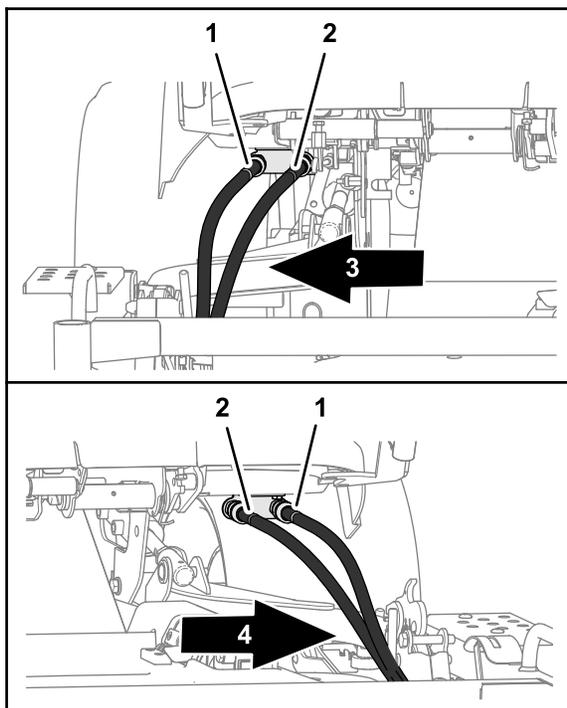

Figura 114
4. Desligue os tubos hidráulicos de cada lado da unidade de tração (Figura 114).
- A. Ligue o tubo hidráulico assinalado com um identificador azul ao acoplador de engate rápido interno (assinalado com um identificador azul); consulte Figura 114 em Remoção da plataforma do cortador \(página 80\).
- B. Ligue o tubo hidráulico assinalado com um identificador vermelho ao acoplador de engate rápido interno (assinalado com um identificador vermelho); consulte Figura 114 em Remoção da plataforma do cortador \(página 80\).